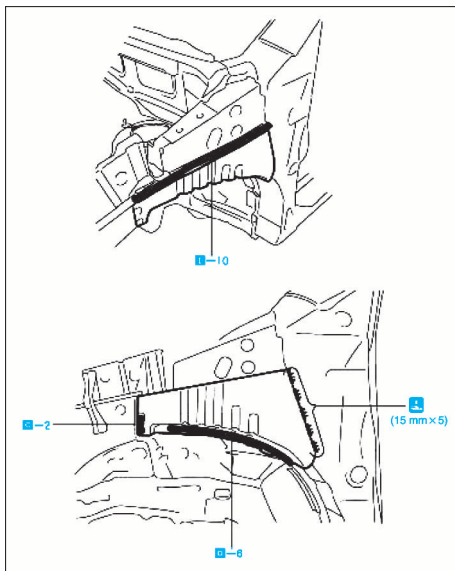

FIG. 10
- Après la soudure (Fig.10), appliquer de la mousse en polyuréthane sur les pièces correspondantes.